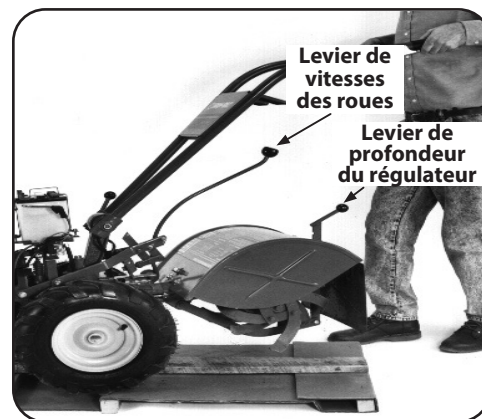

Figure 3-2
1. Placez le levier du régulateur de profondeur à la position de transport. Pour ce faire, soulevez le motoculteur par le guidon, puis tirez le levier et glissez-le vers le bas vers l'encoche la plus élevée. Voir Figure 3-2.
2. Réglez le levier de vitesses des roues à la position « Roues libres ». Pour ce faire, déplacez le levier vers le milieu entre les réglages Rapide (« Fast ») et Lent (« Slow ») pendant que vous faites avancer ou reculer le motoculteur jusqu'à ce que les roues bougent librement. Voir Figure 3-2.